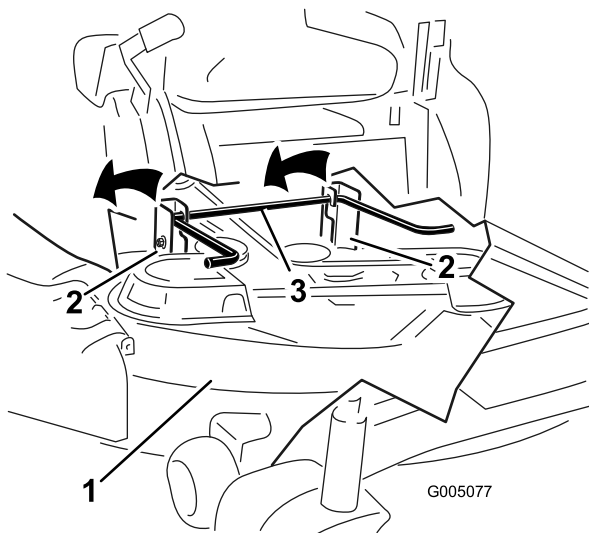

Figura 59
5. Eleve la carcasa de corte y separe ésta y las pletinas de suspensión de la varilla de elevación trasera; luego baje el cortacésped con cuidado al suelo (Figura 59).
5. Eleve la parte trasera de la carcasa de corte y coloque los soportes sobre la varilla de elevación trasera (Figura 59).